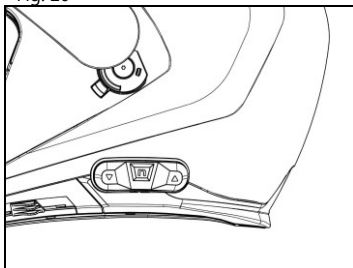

Fig. 22
- Den korrekte tastatur position er vist på Fig. 22.